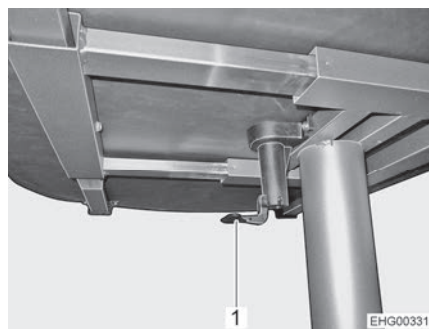

Fig. 85 Mesa elevadora
- Plegar la palanca del bloqueo central de la mesa (Fig. 85,1) hacia abajo.